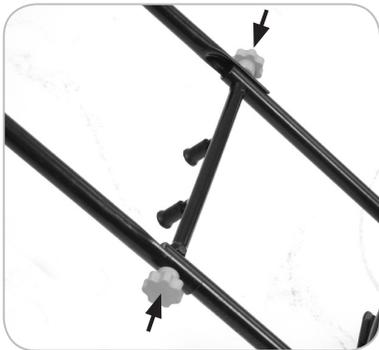

Fig. 2
- Introduzca los tornillos de mariposa largos a través de los orificios en el mango central, a través de los orificios en los mangos inferiores, y atornillelos a las tuercas prisioneras en la barra transversal/almacén de cable. **(Fig. 2)**